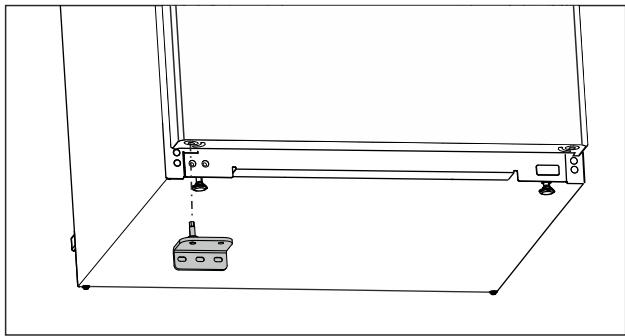

Fig. 21
- ▶ Поставете долната лагерна стойка от другата страна. (виж Fig. 21)